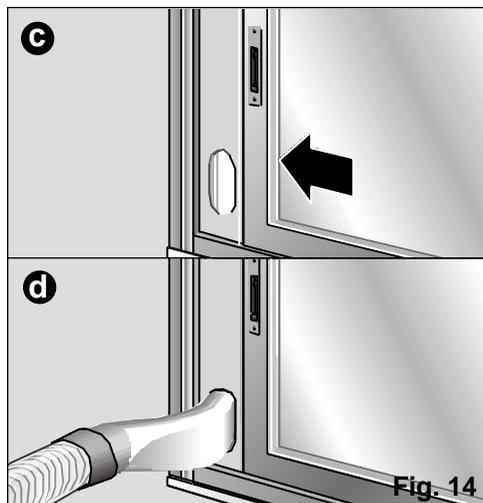

Fig. 14
- Il est également possible d'utiliser l'accessoire d'installation coulisse fenêtre / balcon (voir Description des accessoires). **Fig. 14 : a, b, c, d**. Celui-ci sert aussi bien pour les fenêtres horizontales que verticales / les balcons.